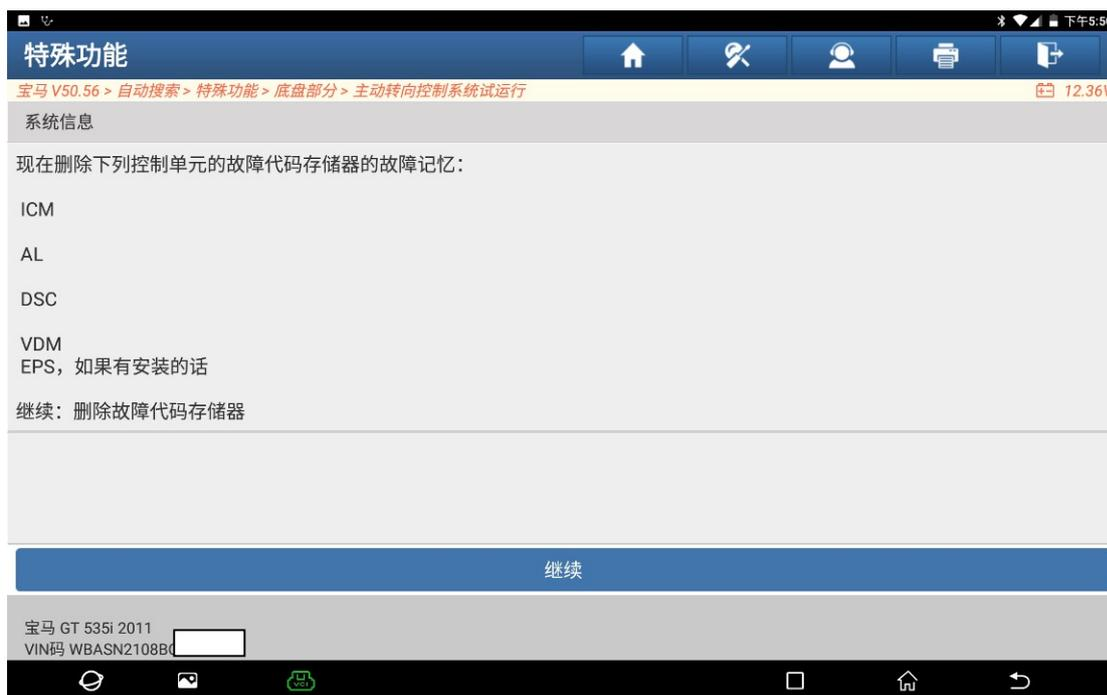

图 17
17. 删除下列控制单元故障代码存储器的故障记忆，继续如图 17: